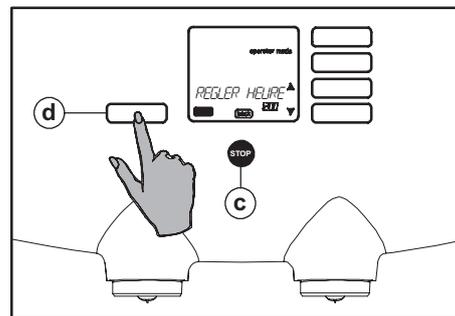

Fig. 58 Confirmation du réglage de l'heure
17. Appuyez sur le bouton Enter (fig. 58 d) pour confirmer le paramètre.
18. Appuyez deux fois sur le bouton Stop (fig. 58 c) pour quitter la programmation.